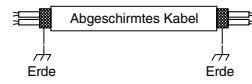

Abb. 4-4
- (5) Als Einheiten-Steuerverbindungskabel (c) müssen abgeschirmte Kabel verwendet werden, wobei die Abschirmung auf beiden Seiten geerdet werden muss, da andernfalls Funktionsstörungen durch Störsignale auftreten können. (Abb. 4-4) Die Kabel sind wie im Abschnitt "4-3. Schaltplan" anzuschließen.